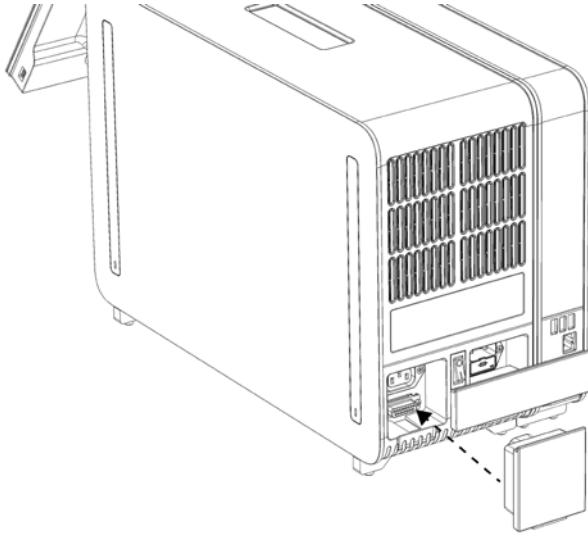

Figura 9. Collegamento del ponte copriterminali.
6. Collegare il ponte copriterminali sul retro del modulo analitico (Figura 9).